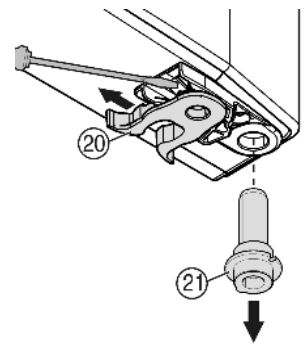

Fig. 9
- ▶ Helyezze át a rugós szorítót Fig. 9 (20): Nyomja lefelé a reteszt, felette húzza le a rugós szorítót.
- ▶ Húzza ki a tartócsapot Fig. 9 (21) az ajtóperselyből, és az alátéttel együtt az ellenkező oldalon helyezze be. A kiugrás az ajtó belső oldala, a bevágás pedig a külső oldala felé legyen.
- ▶ Az ajtót alul forgassa be és a tartócsapot Fig. 9 (21) helyezze a csapágybakba. Szükség esetén a tartócsapot forgassa el úgy, hogy be tudjon pattanni.